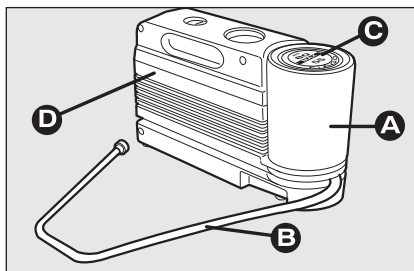

fig. 7
Le kit **fig. 7** comprend :
- un compresseur **D - fig. 7** muni d'un manomètre et de raccords, placé à l'intérieur du compartiment ;